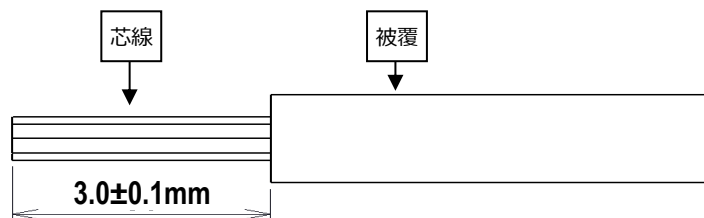

図 2.電線被覆剥き長さ
①電線被覆は、3.0±0.1 mmで剥いてください。(図.2 参照)